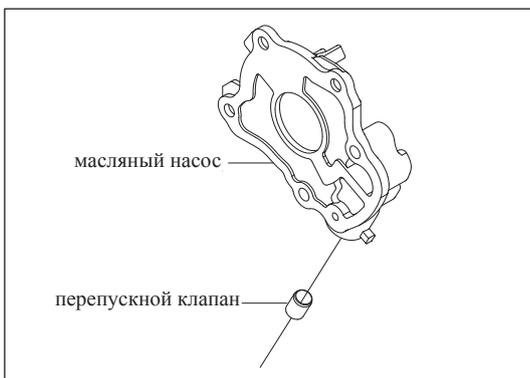

Рис. 11-4-5. Проверка перепускного клапана
- (1) Проверить перепускной клапан
- » Смазать клапан маслом, а затем проверить плавность его проворачивания в гнезде, как изображено на рис. 11-4-5.